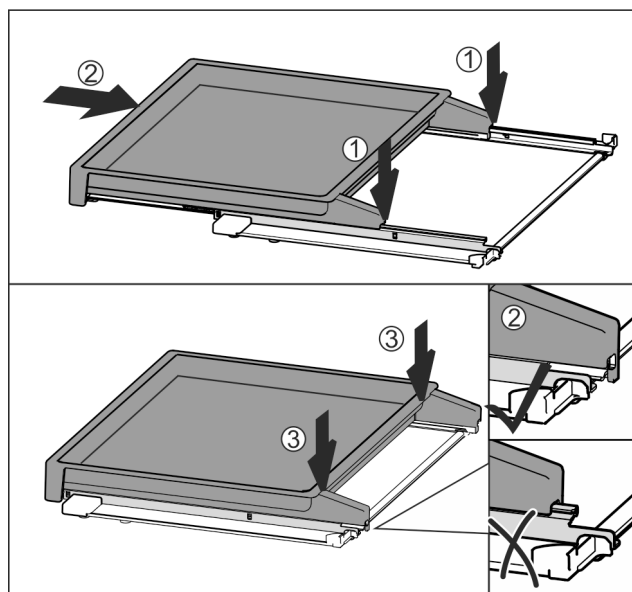

Fig. 113
- ▶ Nasadte uprostřed na kolejničky Fig. 113 (1).
- ▶ Vysouvací přihrádku zcela zasuňte Fig. 113 (2).
- ▶ Zatlačte pak na zadní straně, až slyšitelně zacvakne Fig. 113 (3).